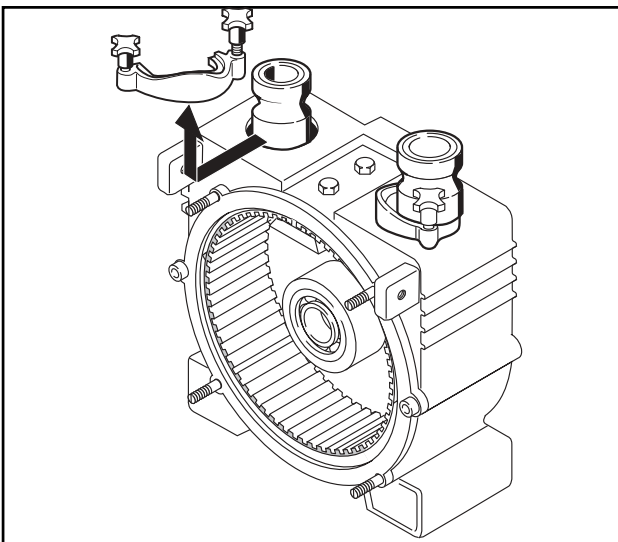

Abb. 10
7. Beide Halteklaue für den Förderschlauch lösen und abnehmen (Abb. 10).